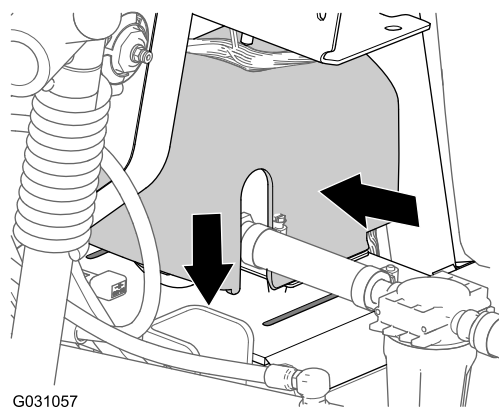

Figura 122
2. Alinhe a cobertura da bomba de lavagem sobre a placa da sela para a bomba de lavagem (Figura 122).
3. Pressione em conjunto ambos os lados da cobertura da bomba de lavagem e alinhe as abas da cobertura com a placa da sela (Figura 122).
4. Insira as abas nas ranhuras e solte as laterais da cobertura (Figura 122).